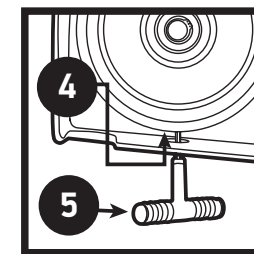

Figure 13
4. Desserrer l'écrou de retenue qui fixe la vis de réglage de la roue de tension supérieure. (Figure 13) À l'aide de la vis, ajuster la roue de tension supérieure de sorte qu'une ligne droite représentant précisément le plan passant par le centre radial de la roue de tension supérieure passe par le centre radial de la roue arrière. Cette ligne représente le centre du déplacement de la bande. Remarque : s'assurer que le support de roulement soit appuyé contre l'extrémité de la vis.